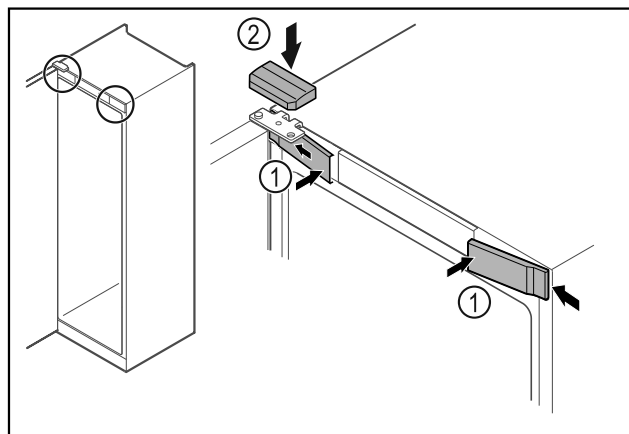

Fig. 67
- ▶ Αναρτήστε τα μπροστινά καλύμματα Fig. 67 (1) στο πλαίσιο και κουμπώστε τα.
- ▶ Κουμπώστε το επάνω κάλυμμα Fig. 67 (2) από πάνω.